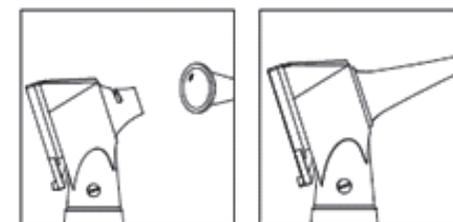

fig.2
4.4. Selecione o espéculo do tamanho desejado e encaixe-o girando na cabeça (Fig. 2).